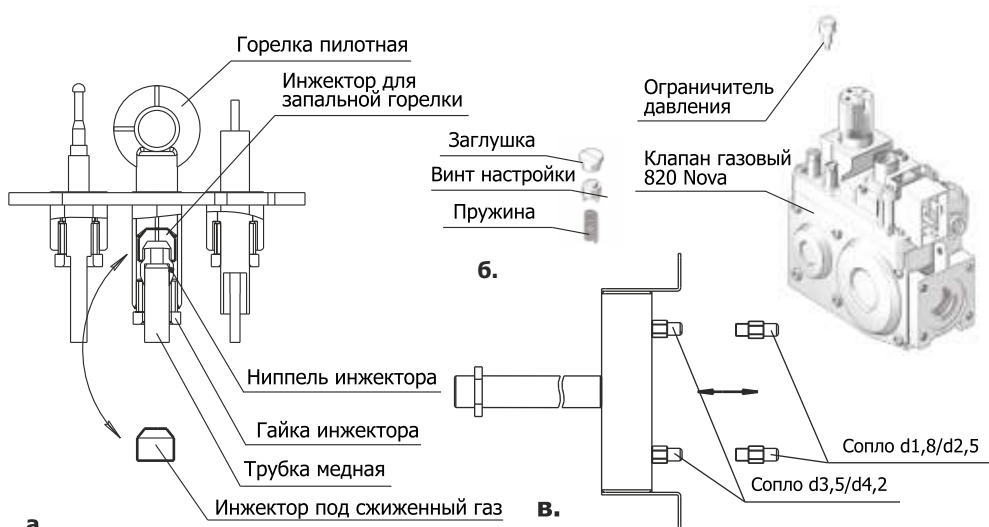

Рис. 9 Переналадка горелки газовой для подключения к сжиженному газу
1. Открутить с фланца пилотной горелки гайку и ниппель инжектора с трубкой медной и снять инжектор для запальной горелки (рис.9а). Взамен его установить в пилотную горелку инжектор под сжиженный газ из комплекта по переналадке. Закрепить трубку медную на фланце горелки ниппелем инжектора с помощью гайки инжектора. Убедиться в надежной фиксации.
2. Снять с клапана газового 820 Nova ограничитель давления (латунный колпачок на верхней части клапана), находящийся под заглушкой пластмассовый установочный винт и пружину (рис.9б) и заменить их ограничителем давления под сжиженный газ из комплекта переналадки. Момент затяжки ограничителя давления — 1 Нм.
3. Снять с газоваода сопла и заменить их соплами из комплекта (рис.9в). В зависимости от мощности горелки сопла отличаются количеством и диаметрами проходных сечений, поэтому важно производить замену только на сопла с соответствующей маркировкой.